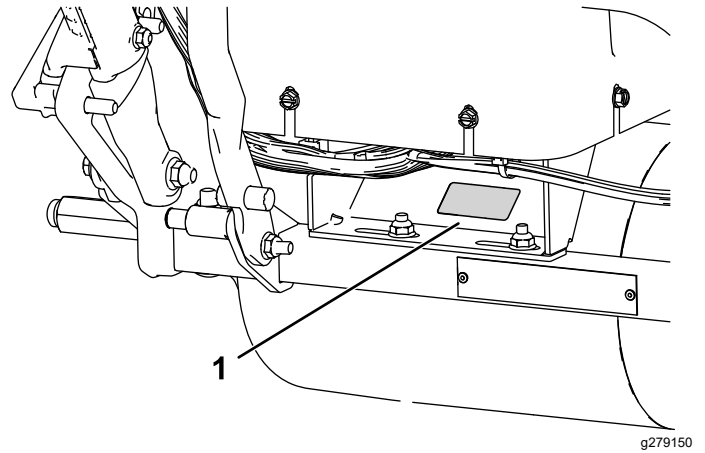

Figure 13
**Important:** Lorsque Toro DIAG vous demande les numéros de modèle et de série, n'utilisez pas ceux qui apparaissent sur le châssis de la machine. Utilisez ceux qui figurent sur l'autocollant situé sur le socle de la batterie (Figure 13).